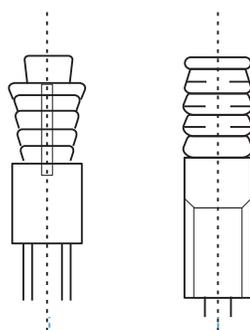

Figura 8
- Determine o local de montagem no teto do recinto ou no teto da edificação e faça quatro furos de $\varnothing 12$ mm x 50-55 mm. Em seguida, chumbe e instale as fixações do gancho de expansão (acessório 2 comprado) nesses furos. Consulte a Figura 8.